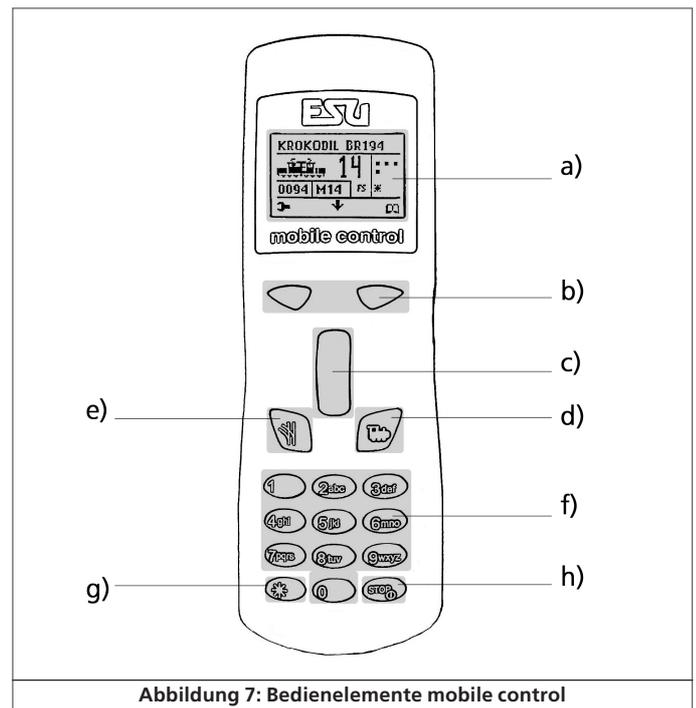

Abbildung 7: Bedienelemente mobile control
- g) Shift: Die Anzeige für die Tasten F11 bis F20 kann durch Drücken auf die unter diesem Symbol angeordnete Taste b) (Abb. 7) umgeschaltet werden.